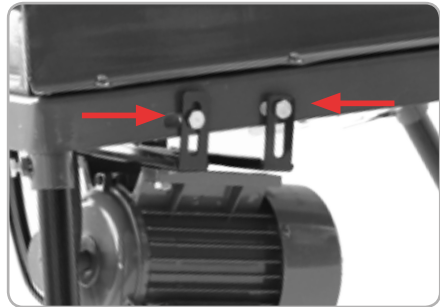

Fig.6
- Montați bridele pentru susținerea motorului electric cu ajutorul a patru șuruburi și piulițe utilizând o cheie hexagonală (fig.6).